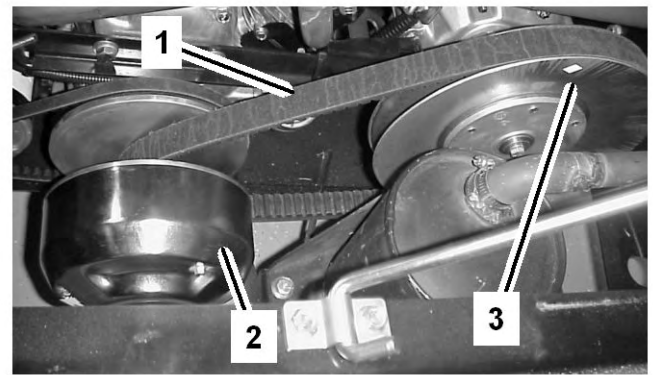

Figure 52
3. Faites tourner la courroie (Figure 52) et vérifiez qu'elle n'est pas excessivement usée ou endommagée. Remplacez-la au besoin.
1. Faites tourner la courroie et faites-la passer sur l'embrayage secondaire (Figure 52).
2. Déposez la courroie de l'embrayage primaire (Figure 52).